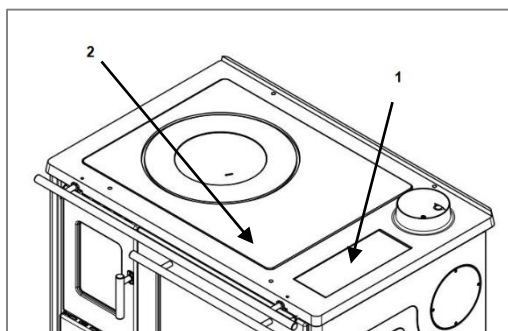

Figura 8
- Extraia os topos 1 e 2 (ver figura 8).